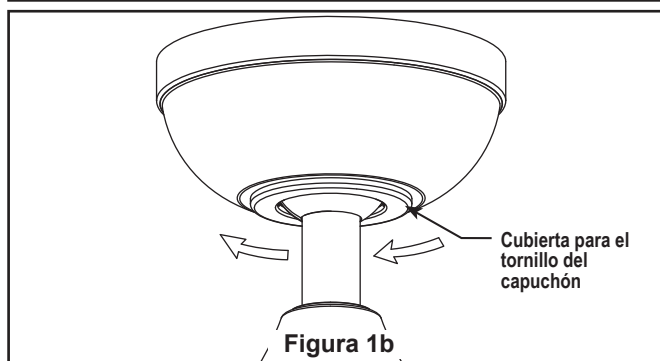

Figura 1b
2. Coloque y ajuste firmemente la cubierta para el tornillo de la base sobre los tornillos de reborde de la abrazadera para colgar mediante el mecanismo de seguro por giro del chavetero. (Figura 1b)